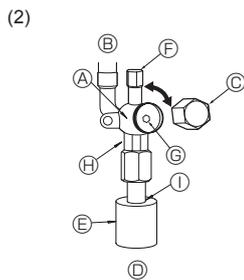

Fig. 4-6
- ① Zdejmij korek i obróć trzpień zaworu do oporu w kierunku przeciwnym do ruchu wskazówek zegara przy użyciu klucza imbusowego 5 mm. Przerwij obracanie, gdy zawór zatrzyma się na ograniczniku. (ø15,88: około 13 obrotów)
- ② Upewnij się, że zawór odcinający jest całkowicie otwarty, a następnie obróć korek do pierwotnego położenia.
- (2) Strona cieczowa (Fig. 4-6)
- ① Zdjąć korek i obrócić do oporu trzpień zaworu w kierunku przeciwnym do ruchu wskazówek zegara za pomocą klucza imbusowego 4 mm. Przerwać obracanie po osiągnięciu ogranicznika. (ø9,52: około 10 obrotów)
- ② Upewnij się, że zawór odcinający jest całkowicie otwarty, wcisnąć dźwignię i założyć korek.